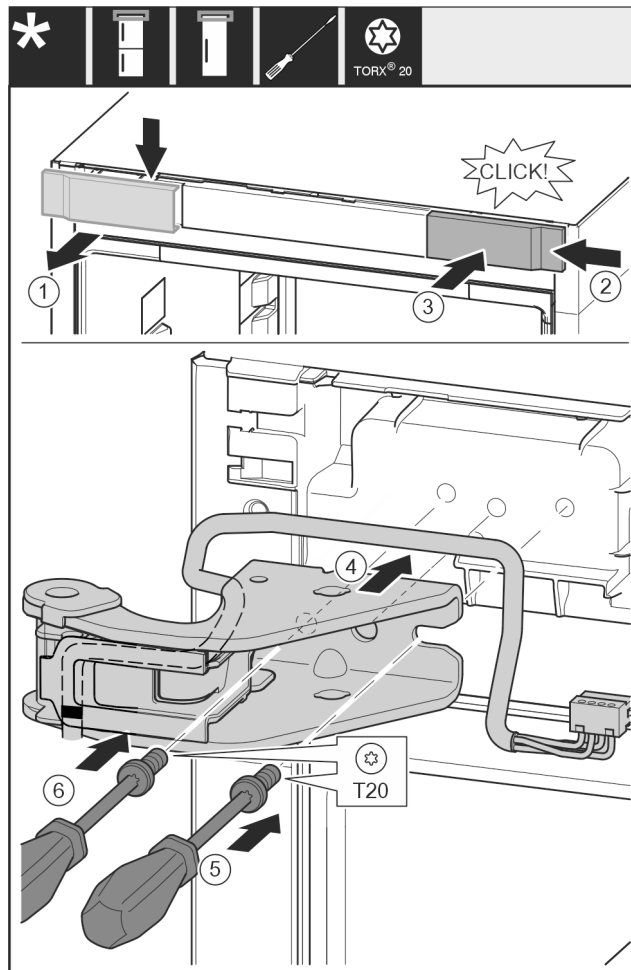

Fig. 22
- Odeberte kryt shora dopředu. Fig. 22 (1)
- Kryt otočený o 180° zavěste na druhé straně zprava. Fig. 22 (2)
- Zaklapněte kryt. Fig. 22 (3)
- Nasad'te horní stojan ložiska. Fig. 22 (4)
- Šroubovákem T20 nasad'te šroub a utáhněte. Fig. 22 (5)
- Šroubovákem T20 vložte šroub a utáhněte. Fig. 22 (6)